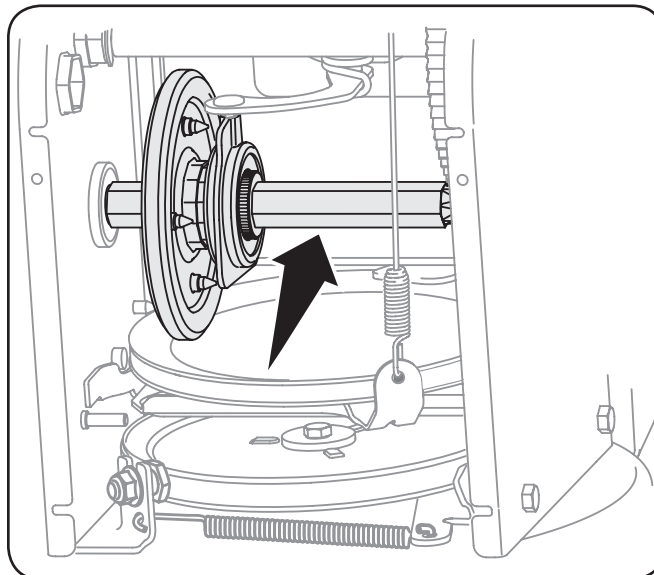

Figura 6-2
4. Aplique una capa ligera de aceite de motor (ó aceite tres-en-uno) al eje hexagonal. Vea la Figura 6-2.